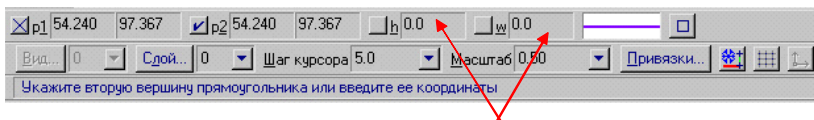

Рис. 4.
7. Выберите кнопку-пиктограмму **Ввод Прямоугольника** на инструментальной панели геометрии и щелкните на ней ЛКМ. Появится строка параметров объекта прямоугольника (рис. 4):
11. Щелкните ЛКМ на кнопке **Привязки** на панели текущего состояния (рис. 4).